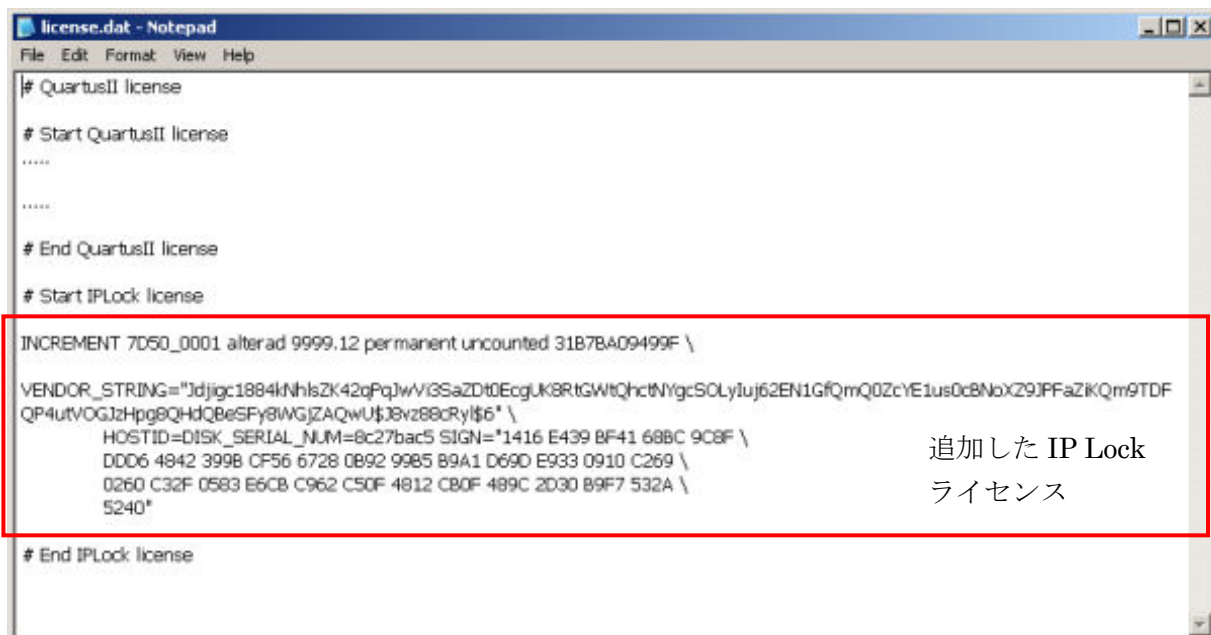

図 6 Quartus II ライセンス内に追加した IP Lock ライセンス(例)
3. Quartus II のライセンスファイルをノートパッド等で開き、受け取った IP Lock ライセンスを図 6 のように追加してください。